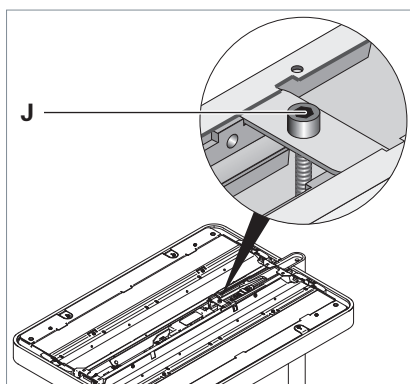

Fig. 5: Regolazione della testa dell'apparecchio d'illuminazione.
- Ruotare la vite di registro **J** finché la testa dell'apparecchio non si trova in posizione orizzontale, vedi Fig. 5.